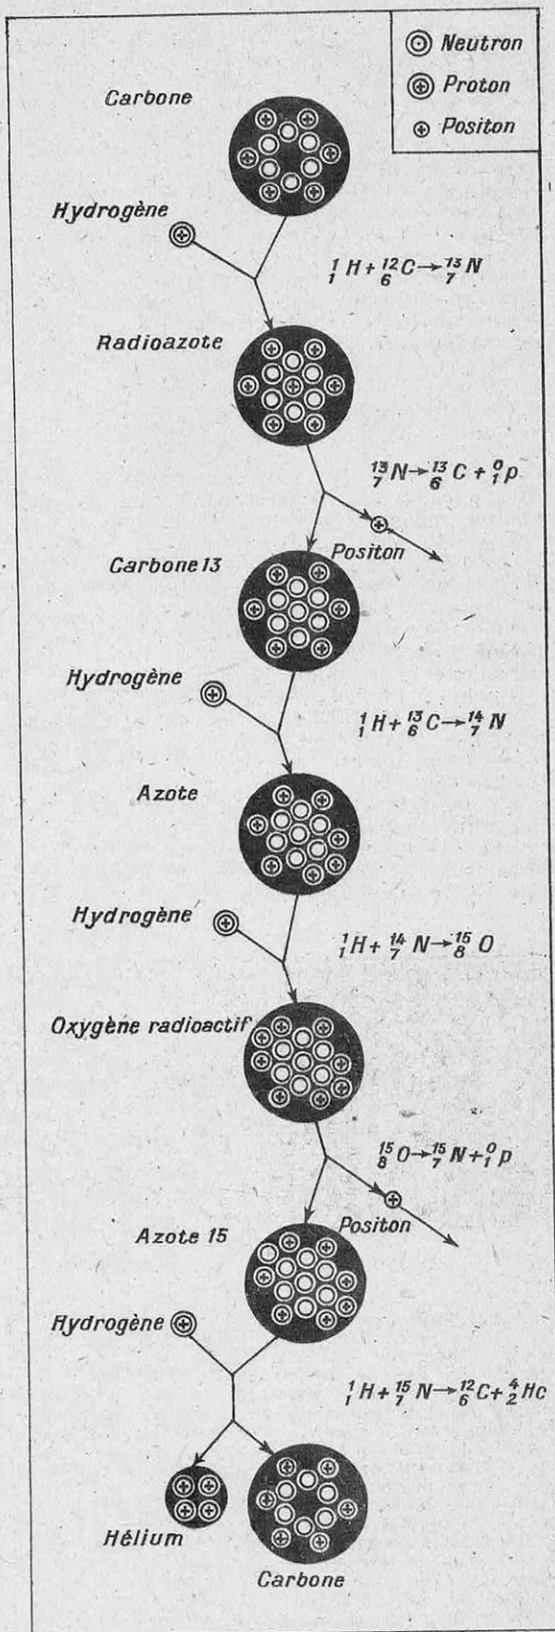

FIG. 8. — LA TRANSFORMATION D'HYDROGÈNE EN HÉLIUM PAR LES RÉACTIONS NUCLÉAIRES DE LA « CHAÎNE DU CARBONE »
Enfin, une autre preuve en faveur de l'« échelle courte » vient d'être apportée par la découverte récente de l'origine de l'énergie stellaire. Le Soleil et les étoiles déversent continuellement dans l'espace un flux énorme d'énergie. Des preuves nombreuses ont permis de montrer que cette énergie a pour origine les réactions nucléaires, qui se produisent spontanément à l'intérieur des étoiles (1), et tout spécialement les réactions dites « de la chaîne du Carbone », qui équivalent à la formation de noyaux d'Hélium par combinaison des noyaux d'Hydrogène, sous l'action « catalytique » des noyaux de Carbone et d'Azote (fig. 8). L'étude de ces réactions montre, d'abord, que la vie d'une étoile de masse moyenne dépasse 100 milliards d'années. Nous pouvons prévoir, dans des limites relativement précises, quelle doit être l'évolution des étoiles ; par exemple, nous prévoyons que notre Soleil s'échauffera progressivement ; nous sommes donc assurés que la vie, sous les formes que nous lui connaissons, disparaîtra sur la Terre dans quelques dizaines de milliards d'années, non par le froid, comme on l'avait admis prématurément, mais au contraire par le feu. L'évolution d'une étoile ne comporte qu'une variation très faible de sa masse, mais sa luminosité doit varier dans un rapport important, de l'ordre de 1 à 100. Or cette dernière prédiction semble être en contradiction avec le fait observé que la luminosité absolue de toutes les étoiles est fonction régulière de leur masse, comme le montre pour quelques étoiles le graphique de la
(1) Voir : « Comment les étoiles produisent leur lumière et leur chaleur » (Science et Vie, n° 312, août 1943).